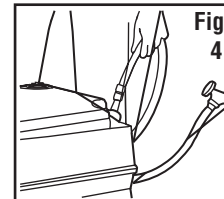

Fig. 4
5. Fill upper tank with fresh water (Fig. 4). Replace cap and tighten securely.
5. Llène el tanque superior con agua fresca (Fig. 4). Vuelva a colocar la tapa y apriétela bien.